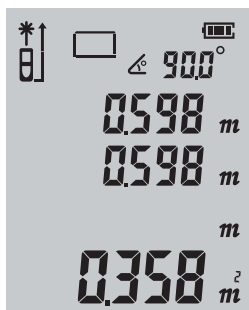

FIG. 1
1. Misurate la prima superficie per ottenere un risultato come quello mostrato nella FIG. 1.